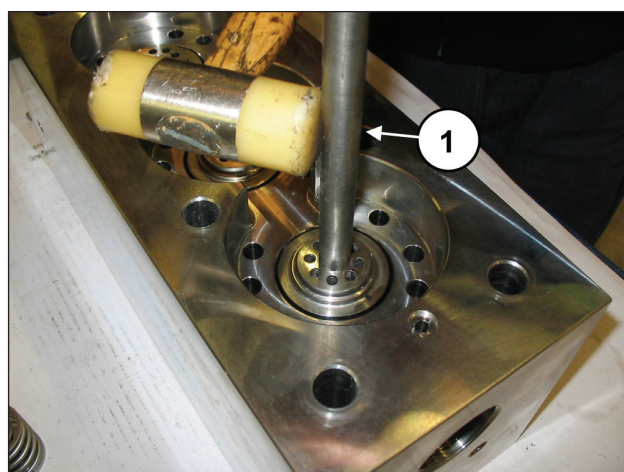

Рис. 104
Если гнезда клапана застрянут на торце из-за отложений накипи или ржавчины, их следует отсоединить специальным инструментом (арт. 034300020) в нагнетательное отверстие (поз. ①, Рис. 104).